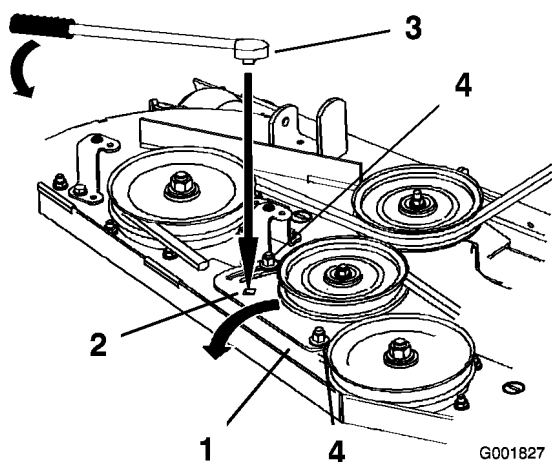

Figure 56
- Si un réglage est nécessaire, desserrez la plaque du bras de tension et effectuez le réglage (Figure 56).
6. Insérez un manche à rochet ou une barre de levier dans le trou carré de la plaque pour régler la tension (Figure 56).
7. Pour augmenter la tension de la courroie, tournez la plaque de la poulie de tension jusqu'à ce qu'une résistance soit sentie et que la rotation s'arrête. Ne pas continuer quand elle s'arrête (Figure 56).
8. Serrez les boulons de fixation de la plaque (Figure 56).
10. Réglez la tension de la courroie et la plaque de la poulie de tension, le cas échéant, et serrez fermement toutes les fixations (Figure 56).